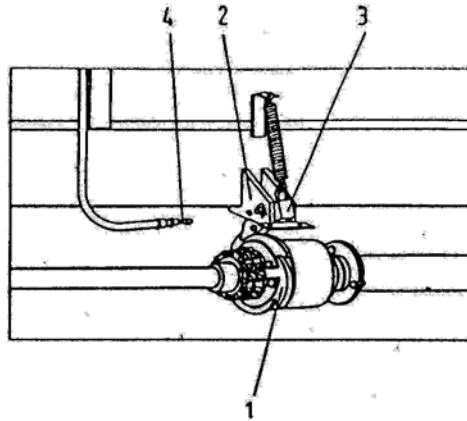
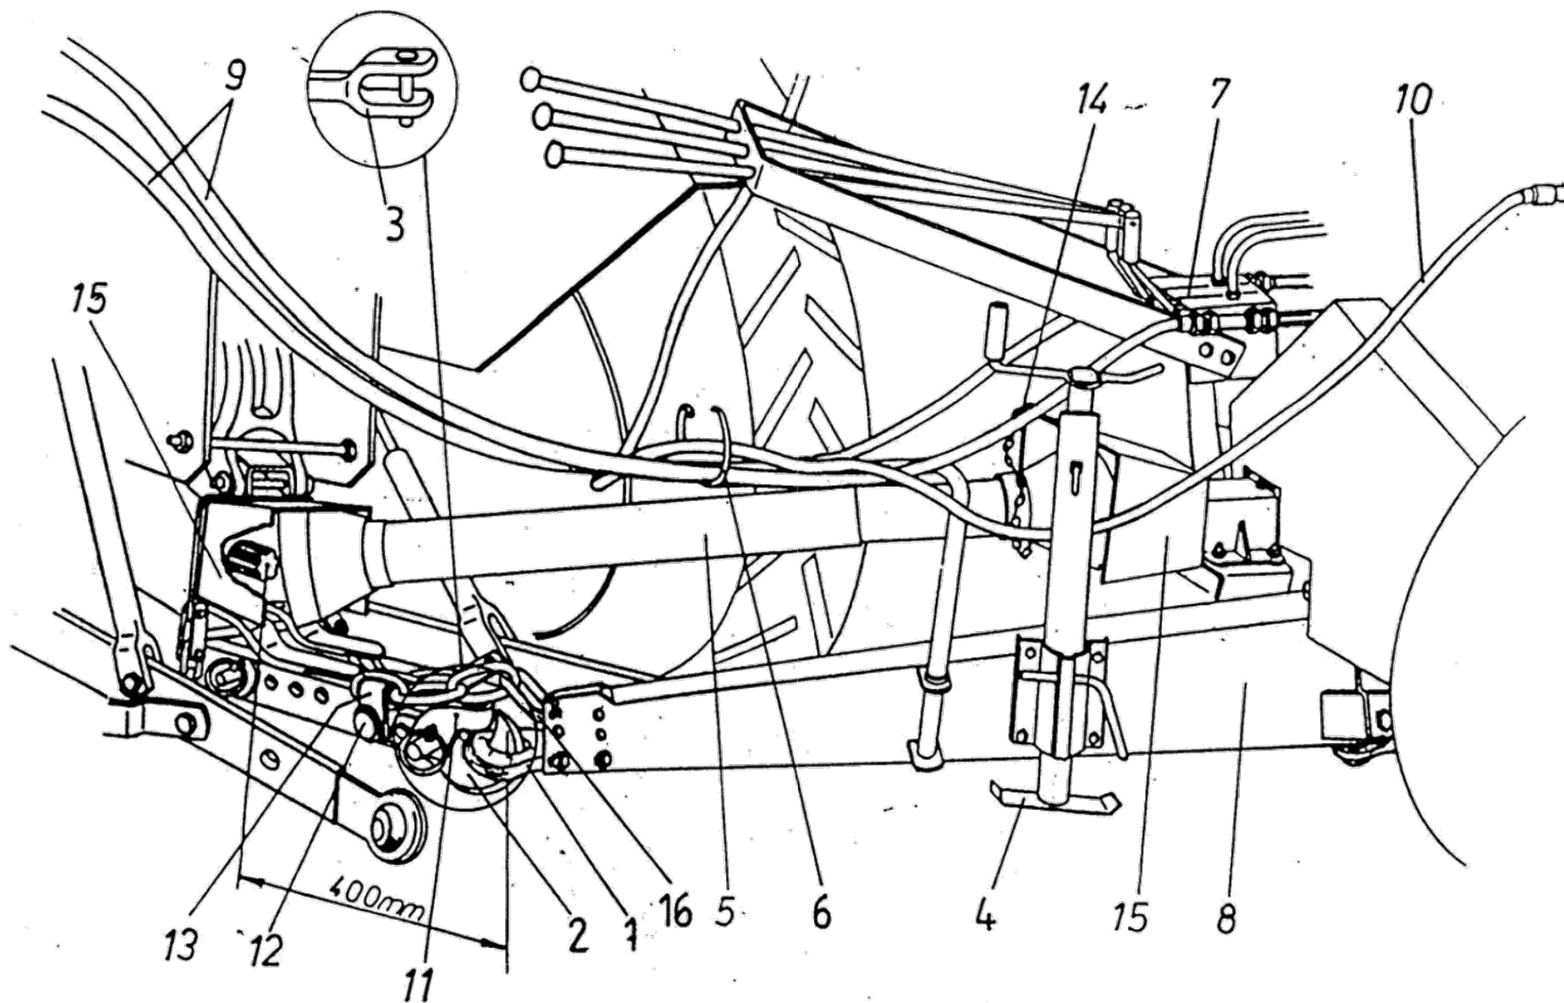

Abb. 16. Antriebs-Notschalter (eingeschaltet)
Abb. 19. Anschluss der Kombi mit dem Schlepper
- die Deichselöse 1 (Abb. 19) mit dem Haken 2 des unteren Kupplungsmauls bzw. der Gelenkgabel 3 der Agrarkupplung verbinden und anschließend die Verbindung sichern. Falls erforderlich, die Höhe der Deichselöse der Kombi ne an die Höhe des unteren Kupplungsmauls (der Gelenkgabel der Agrarkupplung) des Schleppers anzupassen. Mittels dem Schraubmechanismus der Stütze den Kombi nenrahmen nivellieren, die Muttern 2 (Abb. 16) lösen und das Deichselauge 1 entsprechend verstellen. Die Muttern 2 fest zuschrauben.
- Die Deichselstütze 4 (Abb. 19) in die (obere) Trans portstellung heben, anschließend mit dem Querriegel sichern;